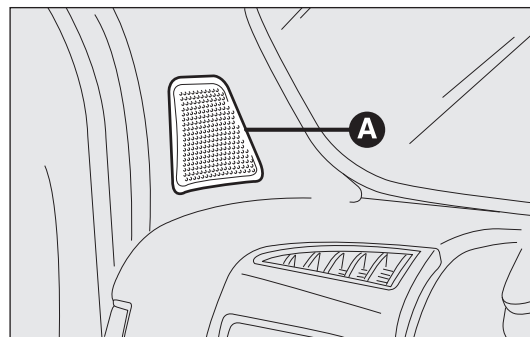

fig. 132
- ☐ 2 tweeters A placés sur les montants AV (puissance 30 W maximum chacun) fig. 132 ;